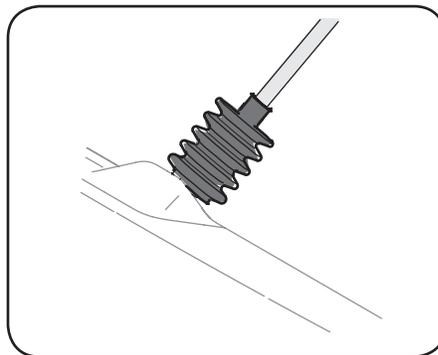

Figure 2-13
6. Faites glisser le soufflet en caoutchouc sur le joint universel. Voir Figure 2-13.